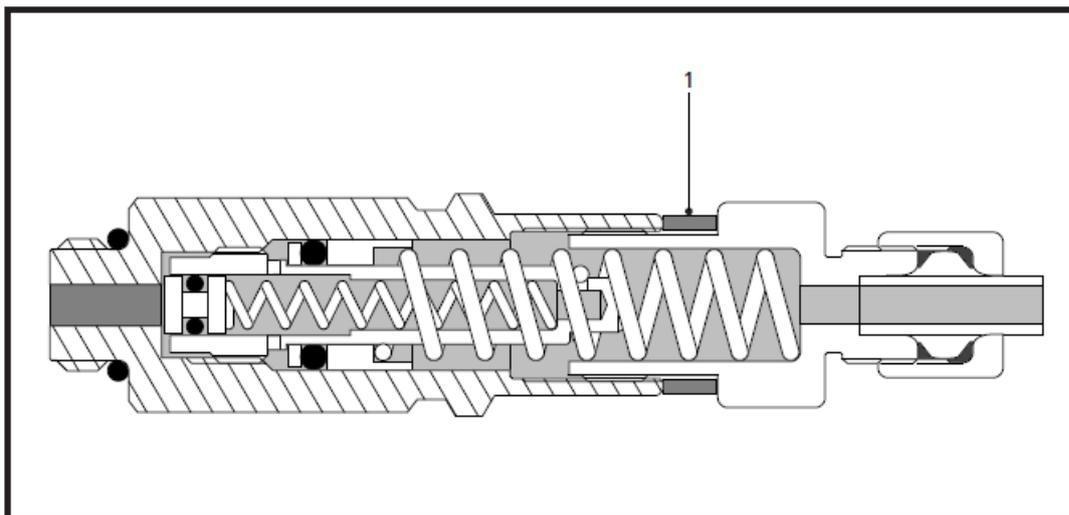

Figure 6.3 Doseur en position initiale
La graisse est poussée par l'intermédiaire de la conduite principale et le bloc de distribution dans le canal (1) du doseur. La pression de la graisse pousse le piston (4) delà du canal (2). La graisse remplit maintenant la chambre (3) et pousse le piston (5) vers la droite. La cale (figure 6.3/1) détermine la longueur de la course du piston (5). La longueur de course du piston (5) détermine la quantité de graisse qui sera poussée à travers la ligne secondaire jusqu'au point de graisse.